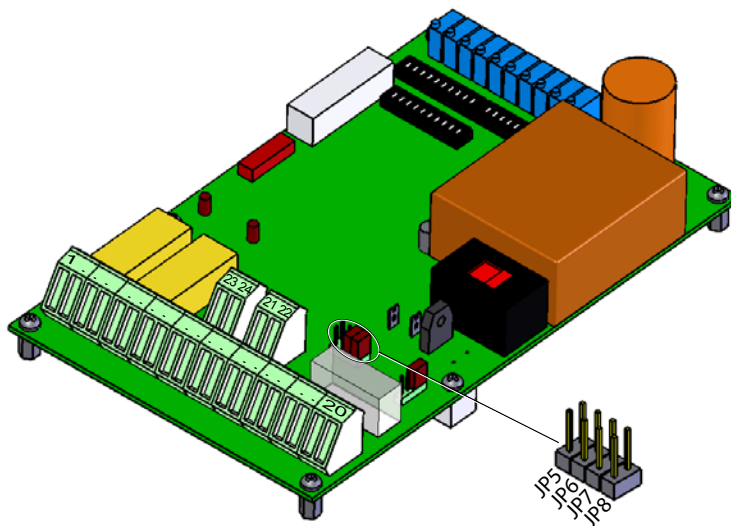

Figure 2-13 Emplacement des cavaliers pour la simulation du capteur
1. Activer la simulation de présence du capteur (cela empêche le contrôle de fonctionnement interne de détecter une erreur capteur) selon la *figure 2-13* et le tableau suivants :